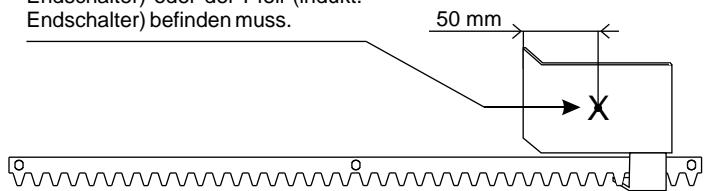
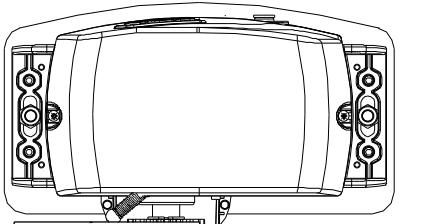
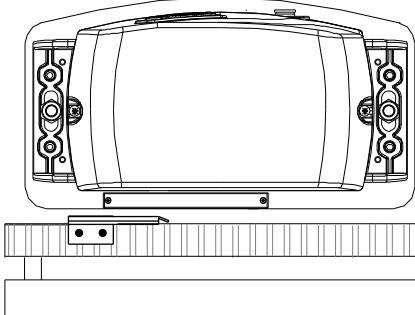

Abb. 16
Abb. 14
Abb. 15
- Das Plättchen auf der Zahnstange so positionieren, dass der Endschalter (Metallblättchen bei mechanischen Endschaltern (Abb. 14); Anzeigepfeil bei induktiven Endschaltern (Abb. 15)) im oberen Bereich dem Punkt X entspricht, der sich 50 mm von der geknickten Seite des Plättchens befindet (Abb. 16) und mit den mitgelieferten Schrauben befestigen (Abb. 17).
- Das Plättchen auf der Zahnstange so positionieren, dass der Endschalter dem Punkt X, der sich 50 mm von der geknickten Seite des Plättchens befindet entspricht (Abb. 16) und mit den mitgelieferten Schrauben befestigen (Abb. 17).